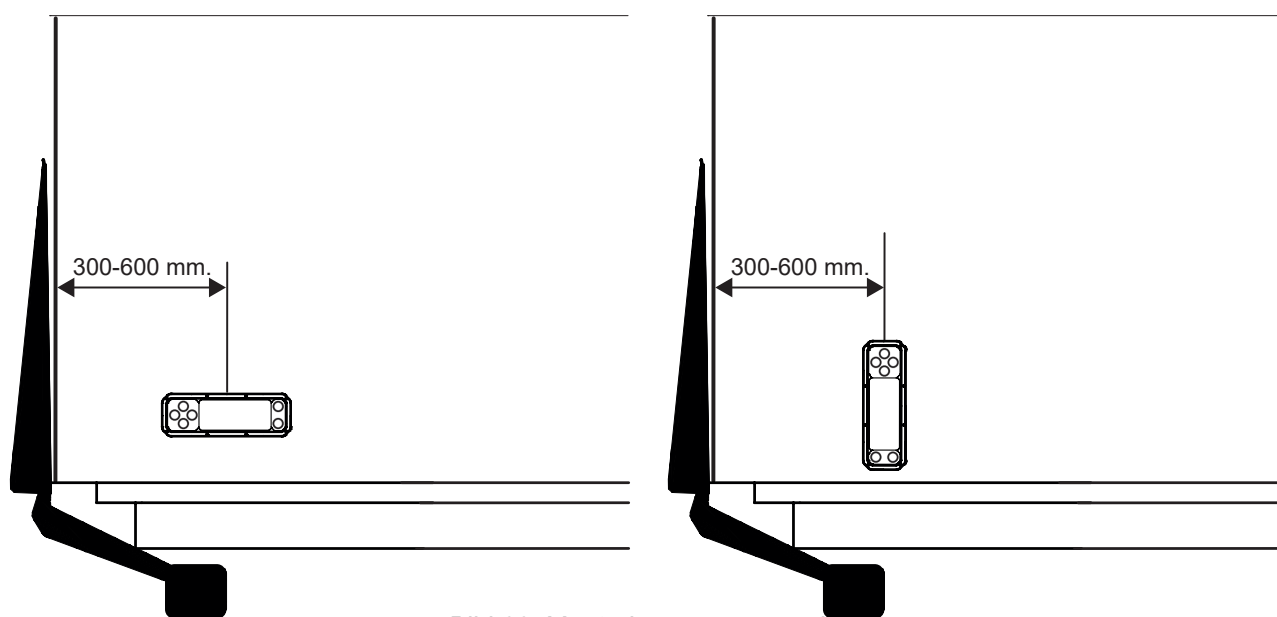

Bild 66. Montering av manöverdon
5. Montera därefter fast manöverdonet på skåpet. Se Bild 66